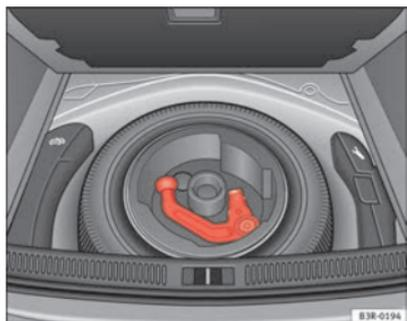

Fig. 155 Maletero: Rueda de repuesto con dispositivo para remolque
- Para vehículos con rueda de repuesto ⇒ fig. 155.